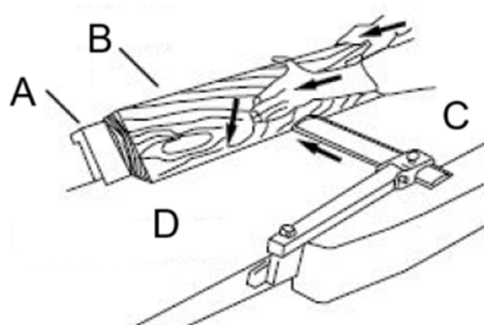

Figura 21
5. Pase el material a través del cabezal de corte, asegurándose de que la cara del material esté completamente plana contra la guía y que el borde esté haciendo contacto sólido en las mesas de entrada y salida (Figura 21).